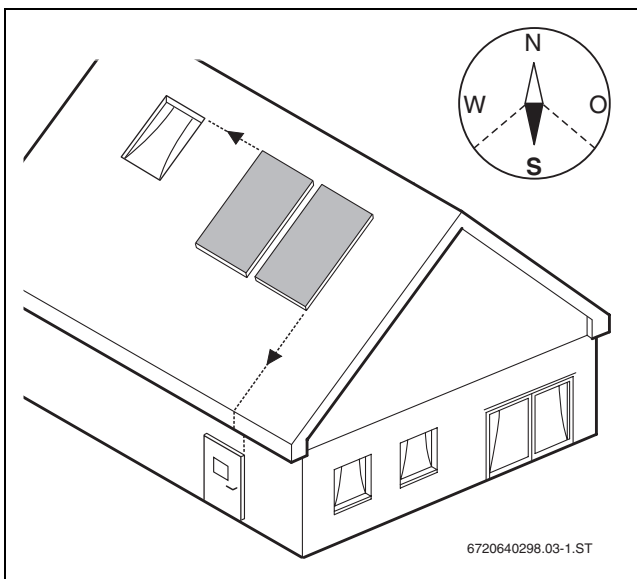

Bild 18
- Kollektorfeld möglichst südlich ausrichten (→ Bild 18).
- Kollektorfeld so ausrichten, dass es mit Fenstern, Türen usw. fluchtet (→ Bild 18).